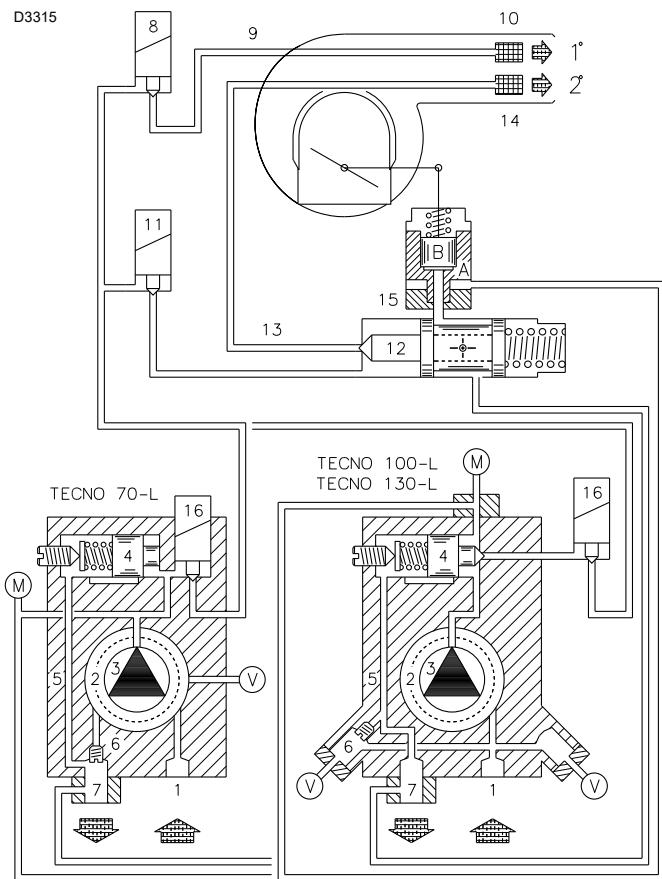

Fig. 27
7.2.1 Avviamento bruciatore (Fig. 26) - (Fig. 27)